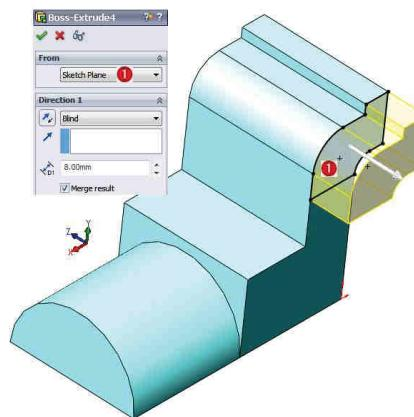

Fig. 2.25
**7 Trasare schiță prin proiecție:** Comanda Sketch – Fig. 2.25 – plan ①. Pentru a genera conturul de proiecție se va utiliza comanda Convert Entities .
- Fig. 2.25 - Blind /  8 mm distanță / .
**7 Sketching of the projected contour:** The Sketch command – Fig. 2.25 – plane ①. The Convert Entities  command is used to generate the projected contour.
command - Fig. 2.25 – Blind  8 mm distance / .